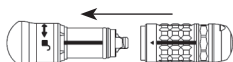

Afb. 1
9. Draai de vergrendelingshuls van het hulpstuk totdat de pijl op een lijn staat met "RUN" (Afb. 1).
1. Draai de vergrendelingshuls van het hulpstuk totdat de pijl op een lijn staat met "ADJUST" (Afb. 1).
3. Draai de vergrendelingshuls van het hulpstuk totdat de pijl op een lijn staat met "RUN" (Afb. 1).
1. Draai de vergrendelingshuls van het hulpstuk totdat de pijl op een lijn staat met "CUTTER" (Afb. 1).
3. Draai de vergrendelingshuls van het hulpstuk totdat de pijl op een lijn staat met "TUBE" (Afb. 1).
1. Controleer of de indicatiebalk op het distale uiteinde van het handstuk is uitgelijnd met het ontgrendelingssymbool (Afb. 1) voordat u het hulpstuk installeert. Als dit niet goed is uitgelijnd, moet u de handstukbehuizing stevig met de ene hand vastpakken en met de andere hand het distale uiteinde in de richting van de pijl draaien totdat de indicatiebalk op een lijn ligt met het ontgrendelingssymbool.